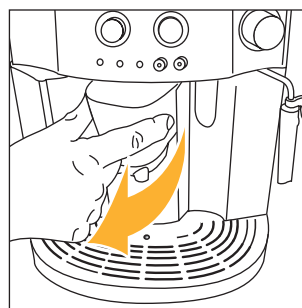
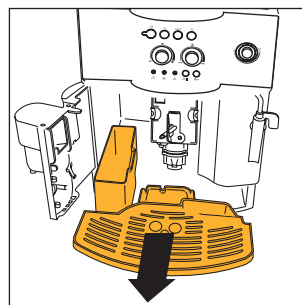

Fig. 15
Fig. 16
NOTA 7: A máquina conta o número de cafés tirados. A cada 14 cafés normais (ou 7 duplos), a luz piloto ☼ acende-se fixamente (cap. 12 ponto 3), indicando que o recipiente de borras está cheio de pastilhas e que é, assim, necessário esvaziá-lo e limpá-lo. Enquanto não limpar a gaveta de borras, a luz manter-se-á acesa e a máquina não poderá fazer o café. Para efectuar a limpeza, abra a porta de serviço situada na parte frontal, puxando o bocal (fig. 15); a luz △ intermitente acender-se-á (consulte o par. 12, ponto 9); retire depois a pingadeira (fig. 16), esvazie-a e limpe-a. Esvazie e limpe cuidadosamente a gaveta de borras, tendo o cuidado de remover todos os resíduos que possam estar depositados no fundo. Seque também as eventuais gotas de condensação que estejam depositadas no interior da máquina sob a pingadeira. **IMPORTANTE:** Sempre que retirar a pingadeira, é OBRIGATORIO esvaziar o recipiente de borras de café, ainda que este esteja pouco cheio. Se esta operação não for efectuada pode acontecer que, quando tirar os cafés seguintes, o recipiente de borras se encha mais do que o previsto e que a máquina fique obstruída com pastilhas saturadas.
- open het dienstluikje (fig. 15);
- verwijder het druiptbakje en het bakje voor koffiedik (fig. 16) en was deze;